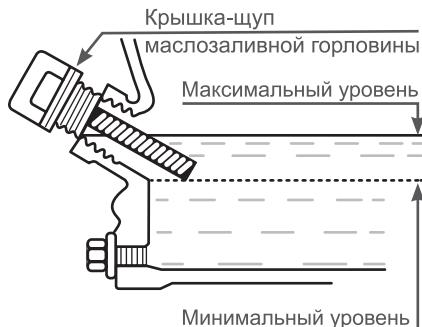

Рис. 8. Проверка уровня масла в картере
Максимальный уровень масла в картере соответствует нижней кромке заливного отверстия (Рис. 8).
- Аккуратно извлеките щуп и осмотрите его. Уровень масла должен соответствовать верхней отметке на щупе. При недостаточном уровне масла в картере необходимо долить чистое масло до верхней отметки на щупе, что соответствует нижней кромке заливного отверстия (Рис. 8).